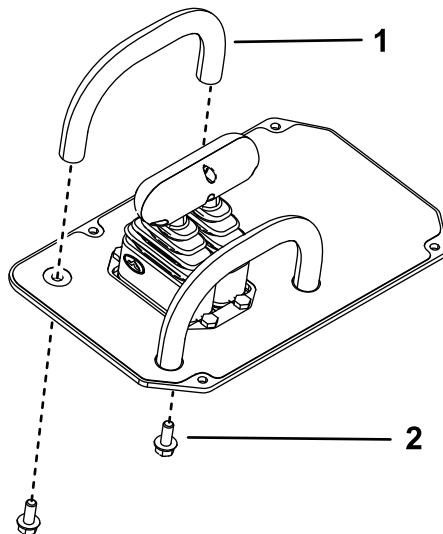

Bild 22
1. Schraube und Mutter (4)
3. Heben Sie das Armaturenbrett an und entfernen Sie den vorderen Griff (Bild 22).